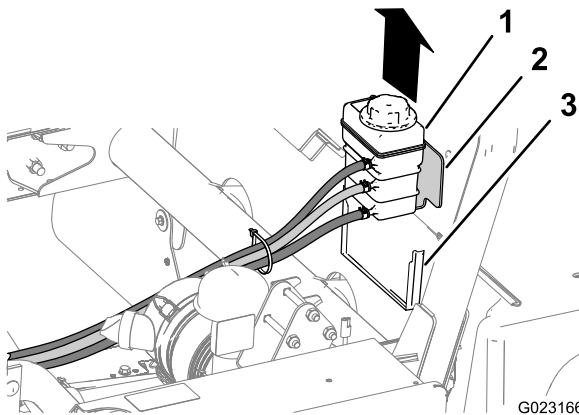

Bild 9
1. Heben Sie den Kühlmittelbehälter aus den Stützhalterungen hinten am Schutzblech des Überrollschutzes (Bild 9).